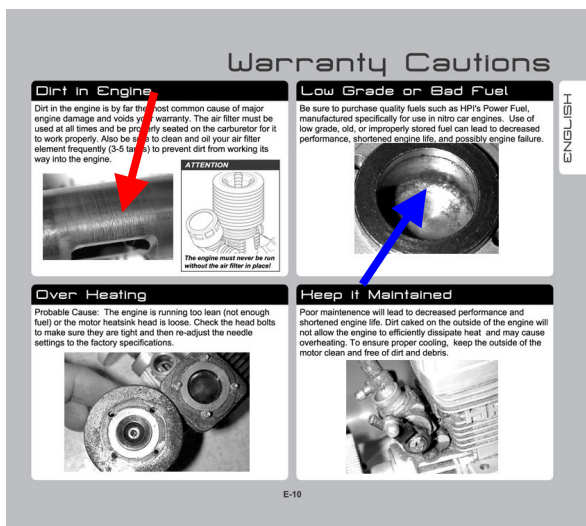

fig. 15
- Se il filamento è opaco o molto chiaro (sabbaiato) vuol dire che la carburazione è troppo magra (povera di carburante e quindi di lubrificazione) e, a lungo andare, potrebbe danneggiare il motore. Il filamento rovinato potrebbe rompersi e cadere sul cielo del pistone rovinando anche il cilindro (freccia blu), vedi fig. 15. La soluzione è quella di ingrassare leggermente la carburazione, dopo aver sostituito la candela..